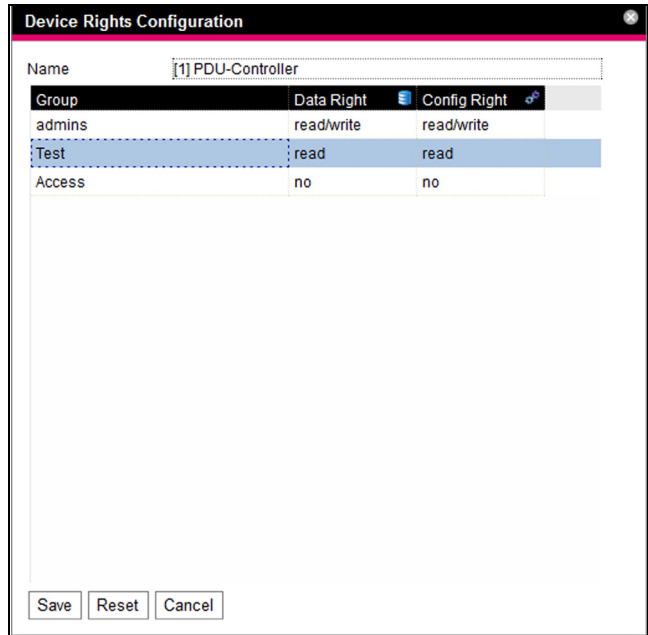

Imagen 54: Diálogo «Device Rights Configuration»
Se mostrará el diálogo «Device Rights Configuration» (imagen 54).
- Seleccione detrás de la entrada «PDU-Controller» el símbolo «Device Rights» (imagen 52). Se mostrará el diálogo «Device Rights Configuration» (imagen 54).
Los símbolos correspondientes también se muestran al seleccionar un sensor en la pestaña **Configuration** de la zona de navegación y abriéndolo a continuación hasta el nivel más bajo, así como también en el diálogo «Device Rights Configuration» (imagen 54). Los símbolos indican la asignación a ambos tipos de datos «Data» y «Config».